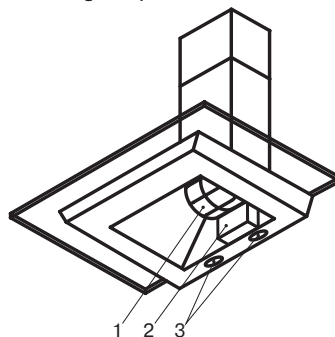

Рис.4
1. Угольный запахоулавливающий фильтр (в комплект не входит) (см. Рис. 4).